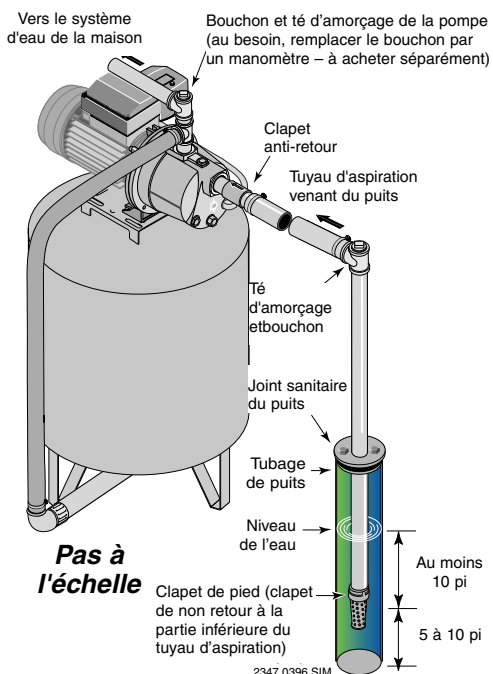

Figure 2 : Installation dans un puits à tubage
### INSTALLATION SUR UN PUIT À TUBAGE DE 2 POUCHES DE DIAMÈTRE OU PLUS GRAND (VOIR LA FIGURE 2)
2. Brancher le clapet de pied, la crépine et le tuyau du puits (voir la Figure 2). S'assurer que le clapet de pied fonctionne librement.
4. Poser le té d'amorçage, le bouchon d'amorçage et le tuyau d'aspiration sur la pompe (voir la Figure 2). Brancher le tuyau provenant du puits sur l'orifice d'aspiration de la pompe en utilisant le moins possible de raccords - en particulier des coudes - étant donné que les raccords augmentent le frottement de l'eau dans les tuyaux (il faut toutefois ajouter un clapet de pied - voir la Figure 2). Le diamètre du tuyau d'aspiration doit être au moins aussi grand que le diamètre de l'orifice d'aspiration de la pompe. Utiliser du ruban téflon ou de la pâte pour raccords filetés à base du téflon sur les raccords filetés. Supporter le tuyau de façon qu'il ne soit pas cintré afin qu'il n'exerce pas de contraintes sur le corps de la pompe; de plus, il doit être légèrement incliné vers le haut, du puits jusqu'à la pompe (les points hauts risquent de causer des poches et des bouchons d'air dans la pompe). Rendre étanches les raccords du tuyau d'aspiration avec du ruban téflon ou une pâte pour raccords filetés à base de téflon. Les raccords doivent être étanches à l'air et à l'eau. **Si le tuyau d'aspiration aspire de l'air, la pompe ne pompera pas l'eau du puits.**